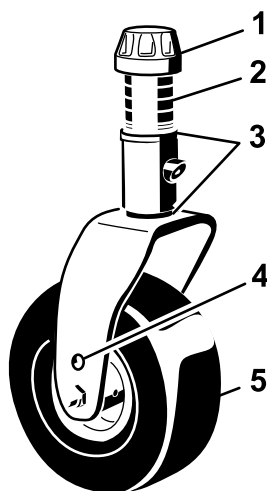

Figure 15
2. Placez les essieux des roues pivotantes dans les mêmes trous sur toutes les fourches (Figure 15).
3. Enlevez le chapeau de tension de l'axe de pivot (Figure 15) et sortez l'axe du bras de la roue pivotante.